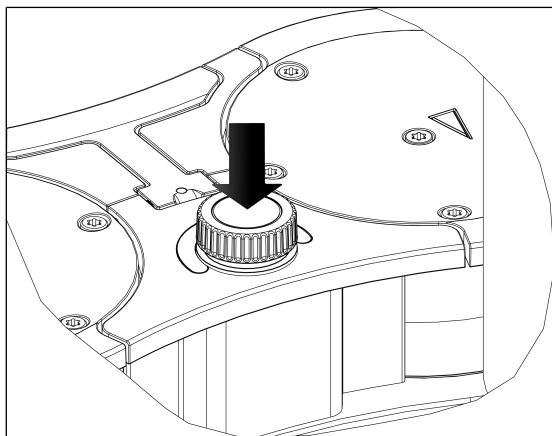

Fig. 8: Iniciar y detener el servicio de bombeo del sistema de vacío con botón giratorio/pulsador
- Iniciar el servicio de bombeo del sistema de vacío presionando el botón giratorio/pulsador (ver Fig. 8).